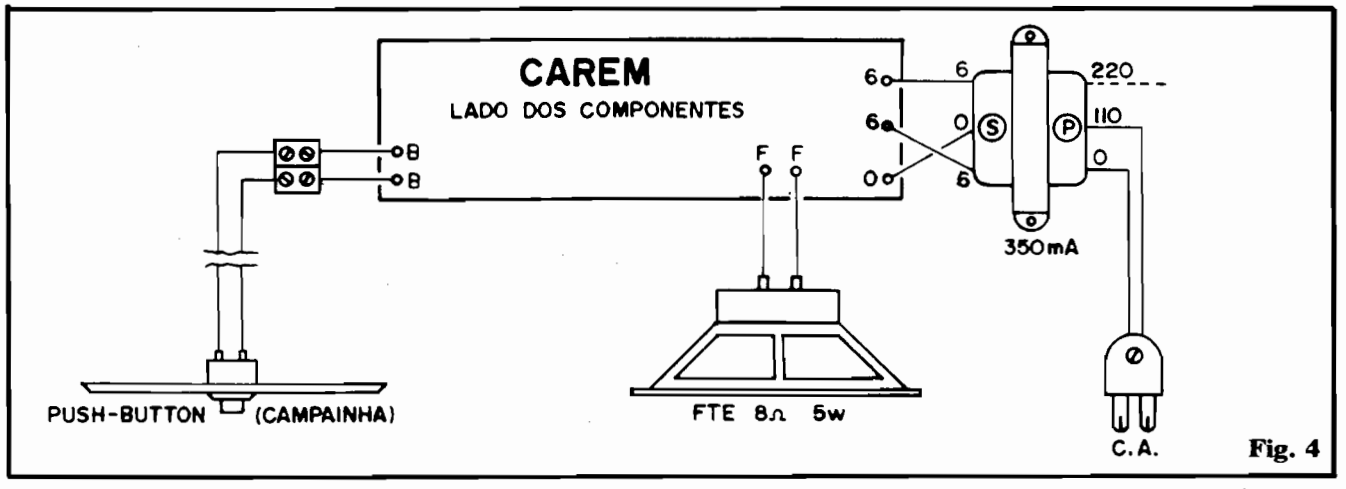

Fig. 4
Na fig. 4 temos as conexões "fora da placa". O único cuidado, mais atento, deverá ser dedicado às ligações do transformador. Quanto a este, observem ainda que o diagrama exemplifica as conexões do primário (P) para uma rede C.A. local de 110V. Se a rede for de